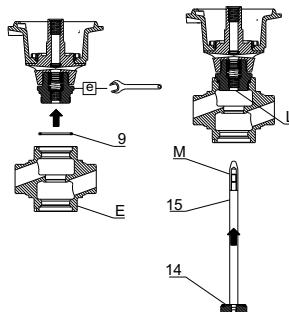

Fig. 34
NO version: Place the mounting tool (M) on the stem/disc unit (14-15) and slide it into the stuffing box (L). **Remove the mounting tool (M)** after this step (Fig. 34).
- Replace the gasket (9), apply some glue (supplied) onto the thread and tighten the valve body (E) to torque [d] (Fig. 34).
Version NO : Mettre l'outil de montage (M) sur l'ensemble tige/clapet (14-15) puis le glisser dans le presse étoupe (L). **Enlever l'outil de montage (M)** après cette étape (Fig. 34). Remplacer le joint (9), mettre de la colle (fournie) sur le filetage et visser le corps de vanne (E) au couple [d] (Fig. 34).
NO-Version: Mettre l'outil de montage (M) sur l'ensemble tige/clapet (14-15) puis le glisser dans la presse étoupe (L). **Enlever l'outil de montage (M)** après cette étape (**Abb. 34**). Bringen Sie die Dichtung (9) wieder an, tragen Sie etwas Kleber (mitgeliefert) auf das Gewinde auf und ziehen Sie das Ventilgehäuse (D) mit Drehmoment [d] fest (**Abb. 34**).